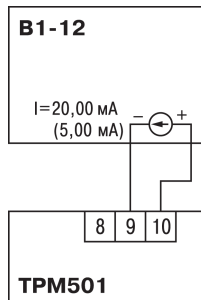

Рисунок 8.3 – Схема подключения
1. Подключить ко входу (клеммы 8 – 10, см. *рисунок 8.3*) прибора вместо датчика дифференциальный вольтметр В1-12, включенный в режиме калибратора тока.